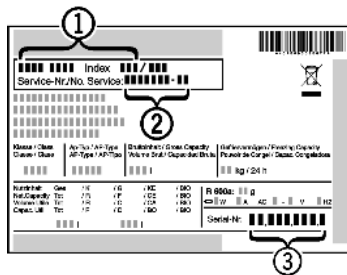

Fig. 18
- ▶ Relever la désignation de l'appareil Fig. 18 (1), le n° de service Fig. 18 (2) et le n° de série Fig. 18 (3) sur la plaquette signalétique. Cette plaquette se trouve sur la paroi intérieure gauche de l'appareil.
- ▶ Informer le S.A.V. et lui communiquer la panne, la désignation de l'appareil Fig. 18 (1), le n° de service Fig. 18 (2) et le n° de série Fig. 18 (3).